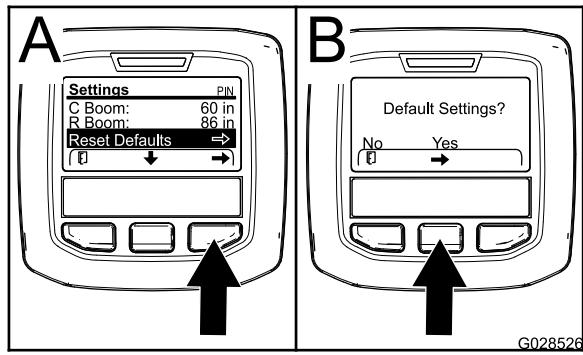

Figura 65
- Premete il pulsante di selezione centrale per navigare nella voce Ripristina predefiniti (Figura 65).
- Nella schermata delle Impostazioni predefinite, premete il pulsante di selezione sinistro per selezionare No o il pulsante di selezione destro per selezionare Sì (Figura 65).